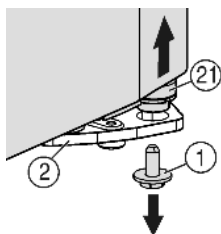
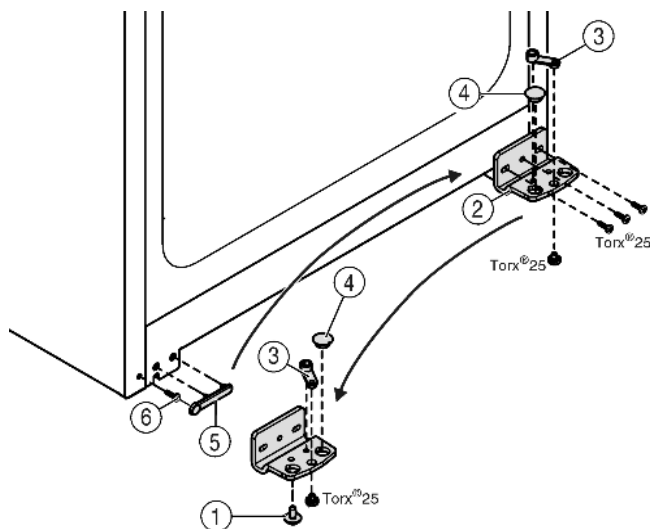

Fig. 5
Fig. 6
- Vpravo dole na stojanu ložiska vyšroubujte pojistný šroub Fig. 5 (1).
- ▷ Ložiskový čep Fig. 5 (21) se uvolní ze stojanu ložiska Fig. 6 (2).
- Pokud se ložiskový čep Fig. 5 (21) neuvolní, vytlačte čep zdola.
- Našroubujte stojan ložiska Fig. 6 (2).
- Našroubujte ložiskový díl Fig. 6 (3) a přemístěte do protilehlého upínacího otvoru stojanu ložiska, opět přišroubujte.
- Vyjměte ze stojanu ložiska zátku Fig. 6 (4) a nasadte do protilehlého upínacího otvoru stojanu ložiska.
- Opatrně zvedněte kryt Fig. 6 (5) na straně madla.
- Vyšroubujte šroub Fig. 6 (6) a na protější straně ho opět nasadte.
- Kryt Fig. 6 (5) opět nasadte.
- Přišroubujte opět stojan ložiska Fig. 6 (2) na novou stranu závěsu (**silou 4 Nm**), příp. pomocí akumulátorového šroubováku.
- Zašroubujte a dotáhněte pojistný šroub Fig. 5 (1) dole do ložiskového čepu (**silou 4 Nm**).